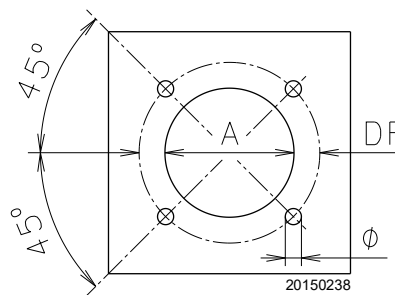

Abb. 14
Bebohren Sie die Abdeckplatte der Brennkammer wie aus Abb. 14 (Tab. N) ersichtlich. Die Lage der Gewindebohrungen kann mit Hilfe des Wärmeschilds, das dem Brenner beige packt ist, nachvollzogen werden.
- Den gesamten Brenner in das vorher vorbereitete Bohrloch des Heizkessels einpassen, wie in Abb. 14 dargestellt, und mit den beige packten Schrauben befestigen.